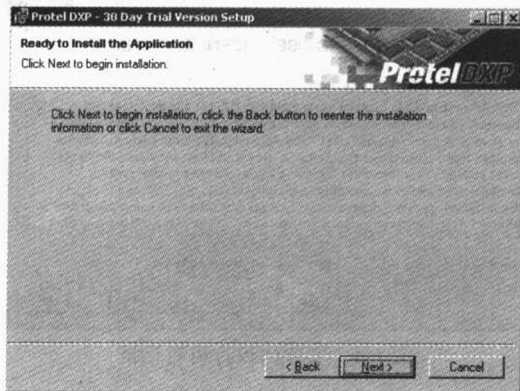
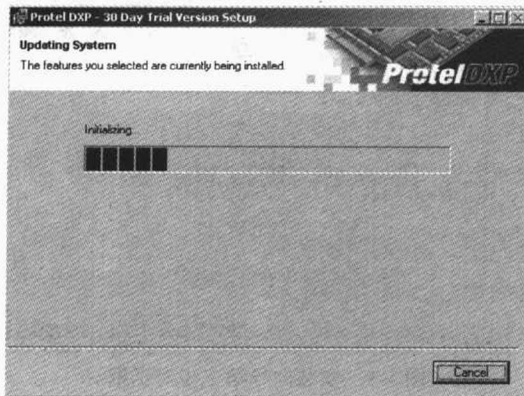

图 1-7 安装向导第五步对话框
图 1-8 开始安装对话框
(7) Protel DXP 的默认安装路径为 C:\Program files\Altium\, 若要改变其安装路径, 单击对话框中的 Browse 按钮, 在弹出的对话框中选择相应的安装路径即可。设定完毕后, 单击 Next 按钮进入 Protel DXP 开始安装确认对话框, 如图 1-7 所示。
(8) 单击图 1-7 中的 Next 按钮, 开始安装 Protel DXP 软件, 如图 1-8 所示的对话框显示了整个安装进程。